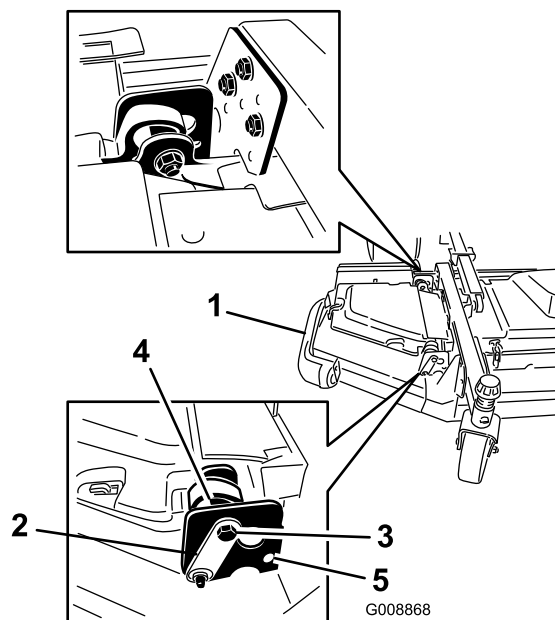

Figure 7
- Tournez l'excentrique arrière (la plus proche du groupe de déplacement) jusqu'à ce que la pointe extérieure de la lame soit plus haute d'environ 3 mm que la hauteur de coupe voulue (Figure 7).
- Desserrez les boulons et écrous qui fixent les deux entretoises excentriques aux ailettes (Figure 7).